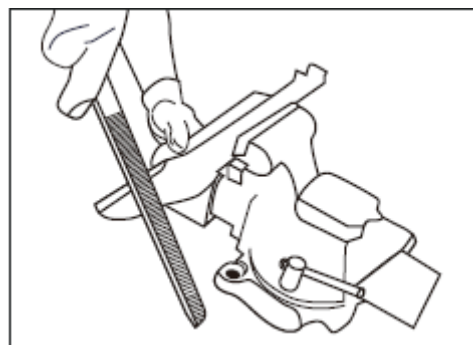

Fig. 17
- Fissare la lama in una morsa (vedere fig. 17).